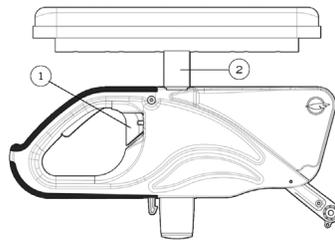

Fig. 18
- Ribaltate la leva (1) a sinistra o a destra per sbloccare il bracciolo (Fig. 18).
- Regolate la struttura (2) all'altezza desiderata.